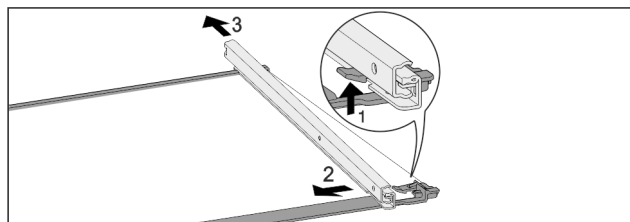

Fig. 122 带轨道的玻璃隔板
- ▶ 向上按前端的锁定钩。Fig. 122 (1)
- ▶ 将牵伸轨推向一侧 Fig. 122 (2)，然后向后 Fig. 122 (3) 推。